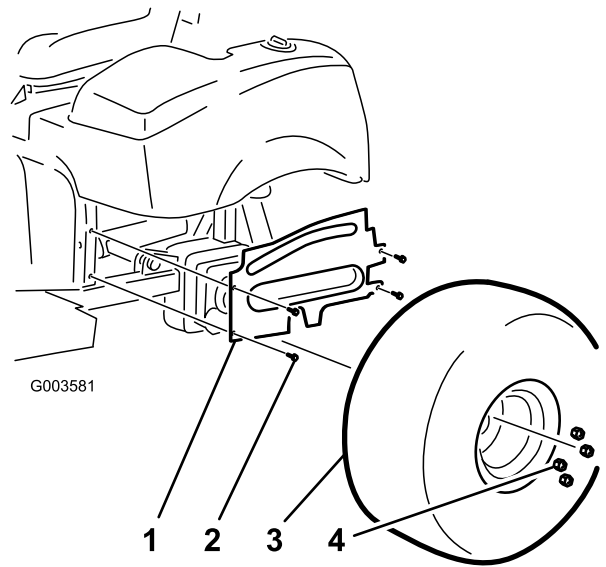

Bild 38
9. Setzen Sie die vier Bundbolzen ein, mit denen die linke Radabdeckung am Rahmen befestigt ist (Bild 38).
10. Montieren Sie den linken Hinterreifen (Bild 38).